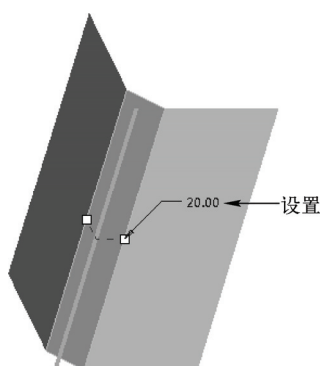

图 10-60 设置参数
STEP 04 在绘图区中选择合适的边线，并设置倒角距离值为“20.00”，如图 10-60 所示。